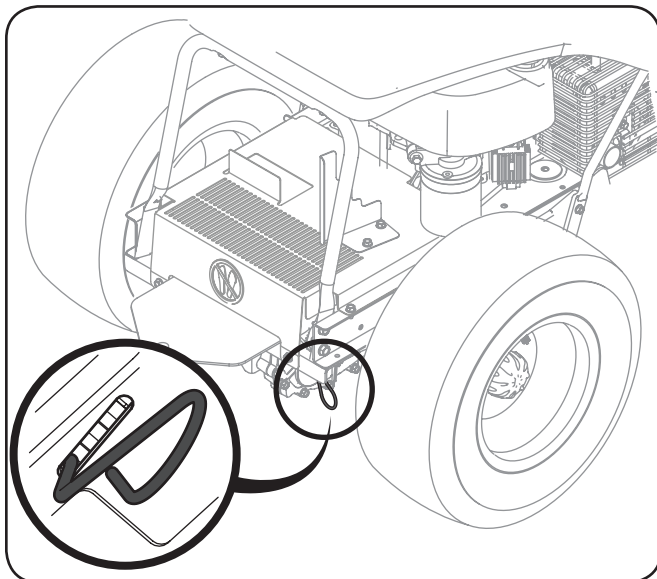

Figura 3-1
1. Acople las varillas de derivación de la transmisión para mover el tractor manualmente sin ponerlo en marcha. La varilla de derivación de la transmisión está ubicada en el interior del neumático derecho, cerca de la parte trasera del tractor. Acople la varilla de derivación tirando hacia afuera y hacia abajo. Vea la Figura 3-1.
2. Después de mover el tractor, desacople la varilla de derivación empujando la varilla hacia arriba y dejando que se mueva nuevamente hacia adentro. Vea la Figura 3-1.